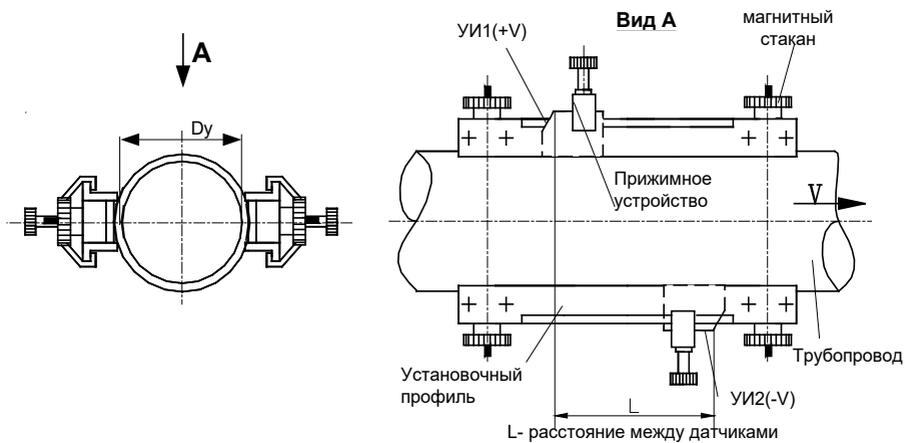

Рис. 4. Установка датчиков на трубопроводы $Dy < 500$ мм
8.1.3¹. Установка ПП-1 по варианту "Z" (рис. 4, 5, 6)